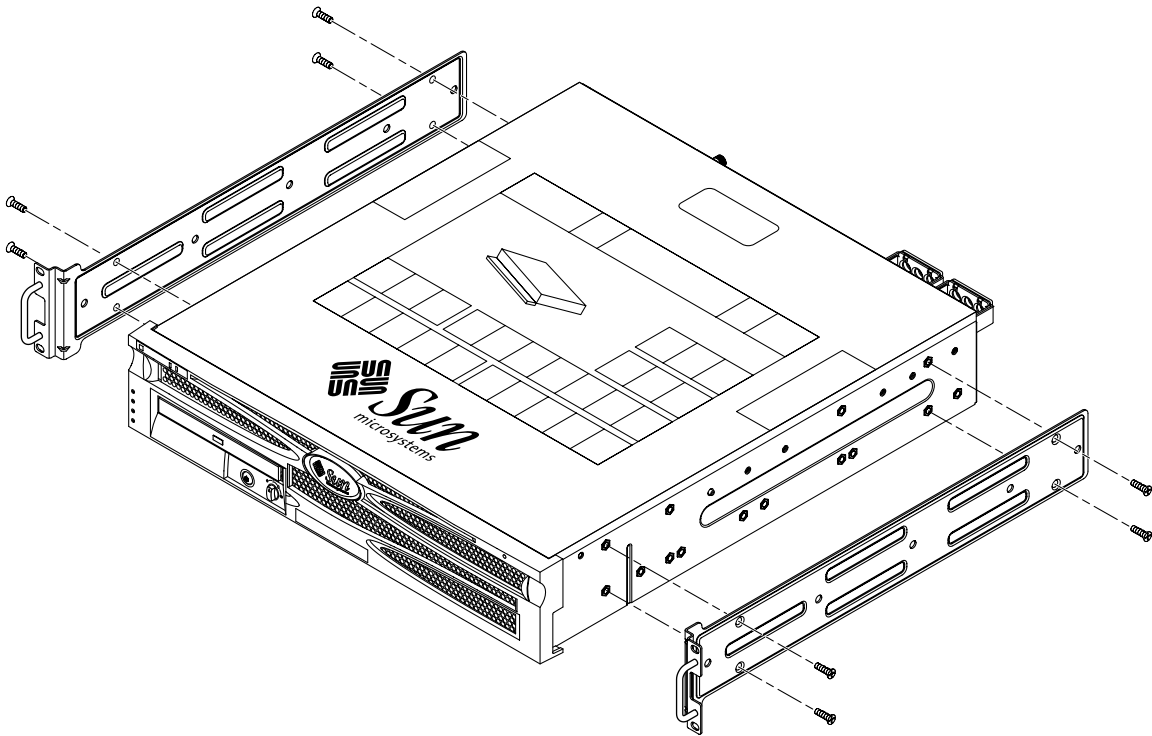

FIGURA 3-7 Fijación del soporte de montaje fijo al servidor
2. Mediante ocho de los tornillos Phillips de cabeza plana M5 × 8 mm (cuatro tornillos por cada soporte), fije los soportes de montaje fijo a los lados del servidor (FIGURA 3-7).